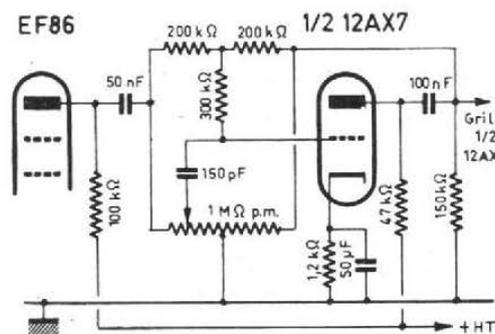

Fig. 4. — Circuit de base du réglage de niveau des sons aigus.
a) Réglage de niveau des sons aigus. — Le circuit actif est celui de la figure 4, analogue à celui employé dans le même but dans le montage Baxandall;